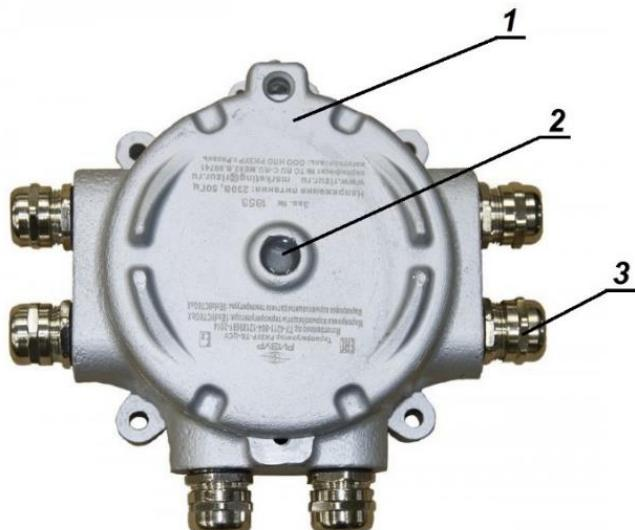

Рисунок 1
1.3.1 Цифровой терморегулятор РИЗУР-ТБ-ЦСУ-3 (рисунок 1) представляет собой цилиндрический корпус с крышкой (1) с установленным в специальном окне (2) светодиодным индикатором. Терморегулятор РИЗУР-ТБ-ЦСУ-3 построен на базе цифровой системы управления. Модуль управления состоит из микроконтроллера, работа которого управляется программным обеспечением, и выносных аналоговых датчиков температуры воздушной среды и поверхности обогревателя. Корпус терморегулятора также выполняет функцию соединительной коробки, то есть внутри корпуса расположен клеммный блок, а на корпусе размещены взрывозащищенные кабельные вводы (3) для подключения обогревателя, силового кабеля и датчиков температуры.